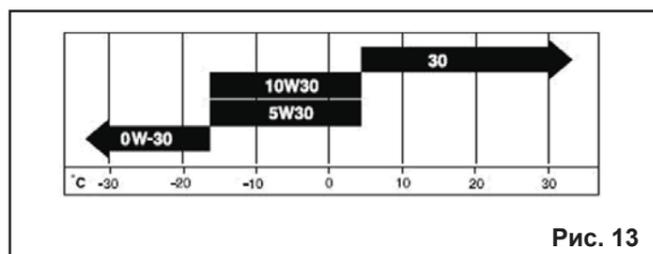

Рис. 13
**Примечание:** Для запуска двигателя и эксплуатации снегоуборщика в условиях низких температур (см. диаграмму на рис.13) допускается использование синтетического моторного масла для 4-тактных двигателей вязкостью SAE 5W30.